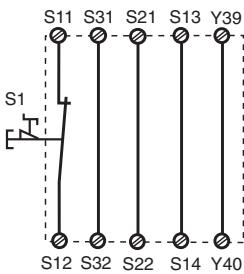

Fig. 2: Circuito de entrada monocanal, arranque automático / Circuito di entrata ad un canale, Start automatico / Eénkanalig ingangscircuit, automatische start
- Figs. 2 y 7: **sin** conexión S33-S34
- Fig. 2 e 7: **nessun** collegamento S33-S34
- Osservare nella fig. 2: il dispositivo si avvia automaticamente in caso di interruzione e ripristino della tensione. Evitare un riavviamento inaspettato mediante appositi dispositivi di accensione esterni.
In afb. 2 ... afb. 11 zijn aansluitvoorbeelden voor Noodstop-bedrading met automatische en bewaakte start, heksturingen en contactvermeerdering door externe relais.
- Fig. 2 en 7: **geen** verbinding S33-S34
- Opgelet bij fig. 2: het apparaat start automatisch bij uitvalen en terugkeren van de spanning. Vermijd een onverwacht heraanlopen door maatregelen in de externe schakeling.